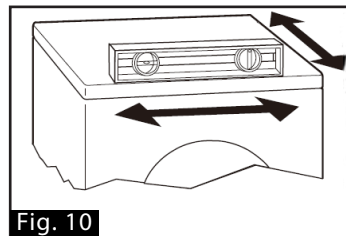

Fig. 10
5. Utilice un nivel (Fig. 10) para asegurarse de que la lavadora esté nivelada de adelante hacia atrás y de izquierda a derecha. Si es necesario realizar ajustes, repita los pasos 2 y 3.